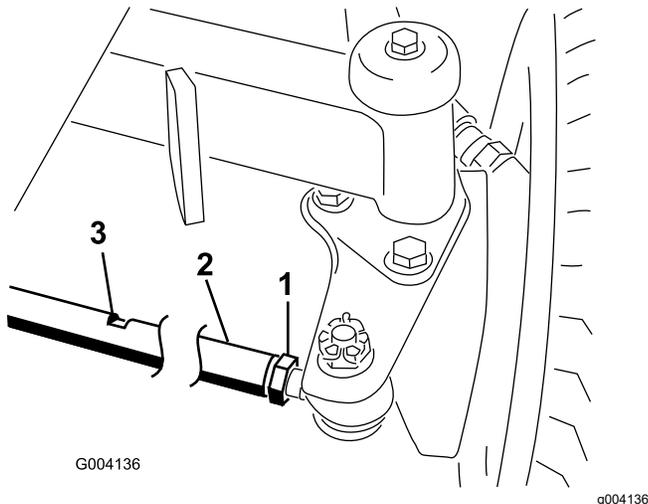

Figura 138
1. Allentate il controdado da ciascun lato del tirante (Figura 138).